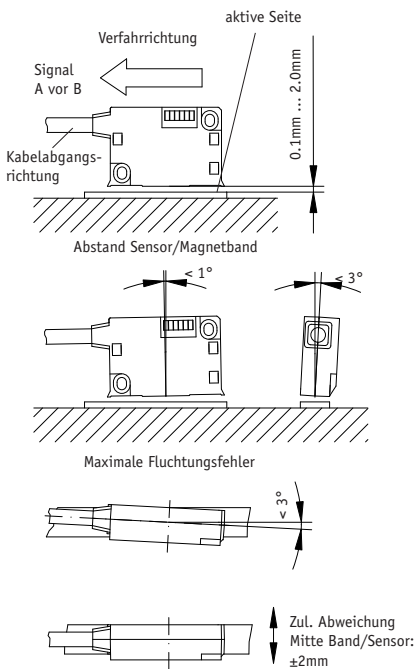

Abb. 6: Definition der Zählrichtung mit Magnetband und Montage Sensor/Magnetband, Abstandsmaße, Toleranzen
- Auf richtige Ausrichtung bezüglich der Zählrichtung achten (Abb. 6). Dies ist unerheblich falls sich die Zählrichtung in der elektronischen Auswertung umkehren läßt. (wie z.B. bei den Magnetbandanzeigen von SIKO)